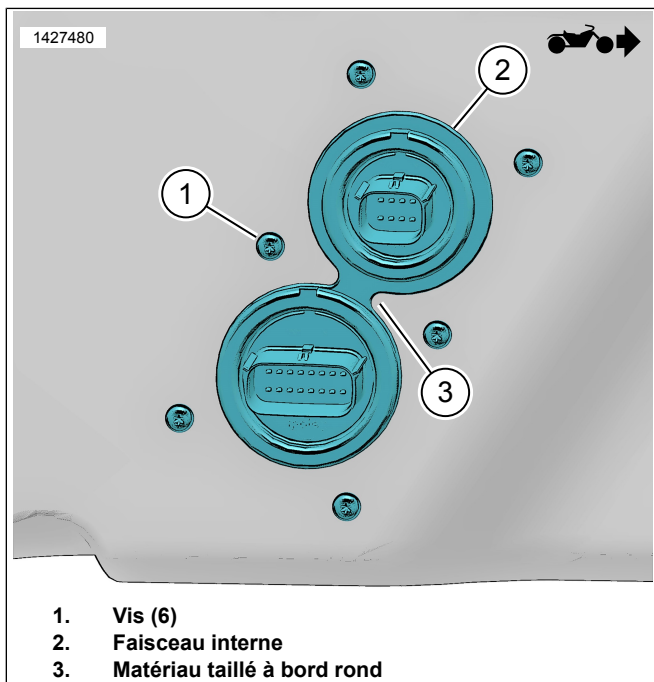

Figure 3. Faisceau intérieur
- d. Voir la Figure 3. Taillez le matériel au bord rond (3).
11. Voir la Figure 3. Installez le faisceau interne (2).